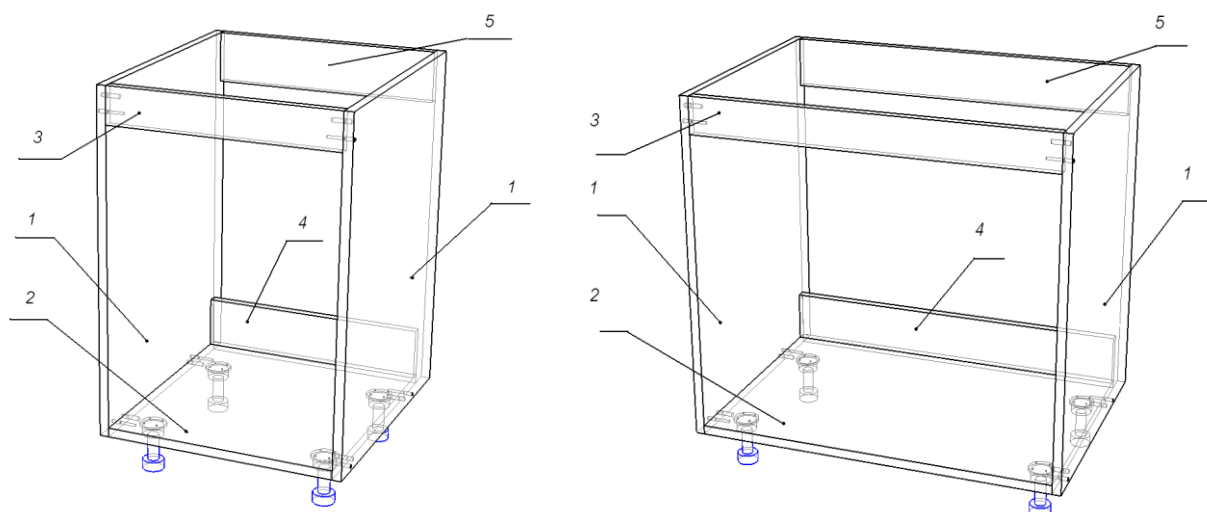

Рис. 41
3. Сборка корпуса мойки M01, M02, M020 (Рис. 41):